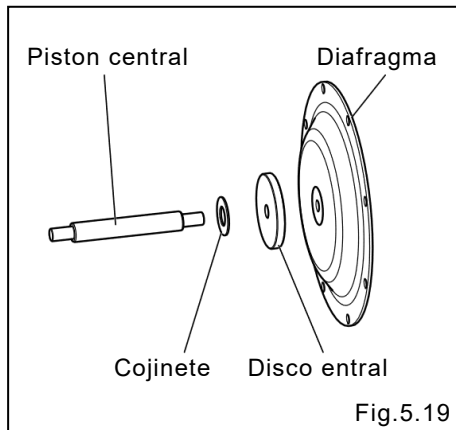

Fig.5.19
- Coloque en un extremo del pistón, el cojinete, el disco central y el diafragma en este orden (Serie NDP-80 no tiene discos centrales o cojinetes). [Fig.5.19].